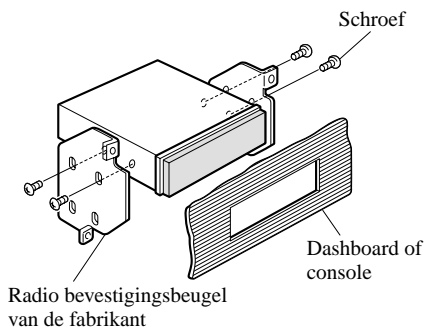

Afb. 13
- Vastmaken van dit product aan de fabrieksradio-bevestigingsbeugel. (Afb. 13) (Afb. 14) (Afb. 15)